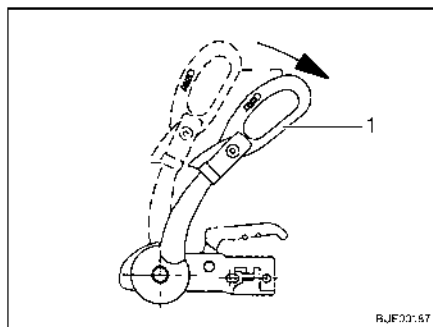

Fig. 156 Poignée de stabilisation
- Ouvrir la poignée de stabilisation (Fig. 156,1).